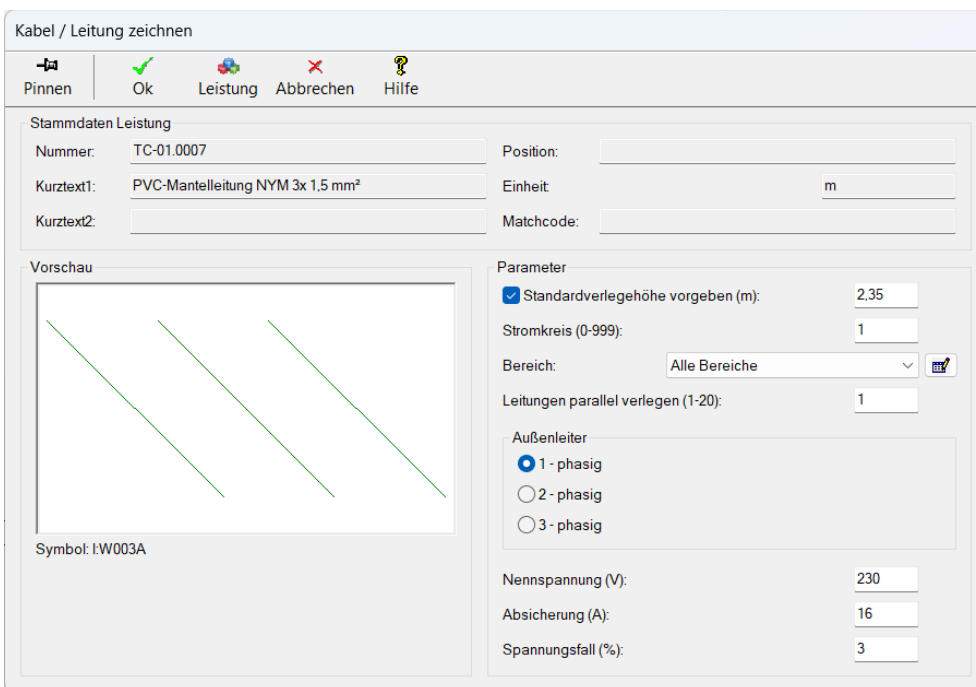

Abbildung 2.4.23: Parameter-dialog zum Zeichnen der Leitung
4. Bestätige mit der Schaltfläche **OK** oder der Taste **[EINGABE]** die standardmäßig vorgeschlagenen Angaben zur Leitungsverlegung, wie Standardverlegehöhe und Stromkreisnummer (siehe nachfolgende Abbildung 2.4.23).